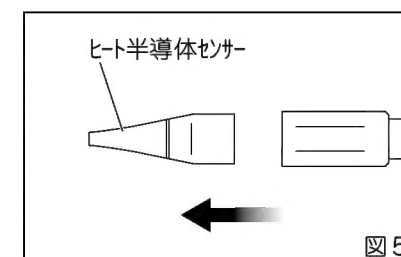
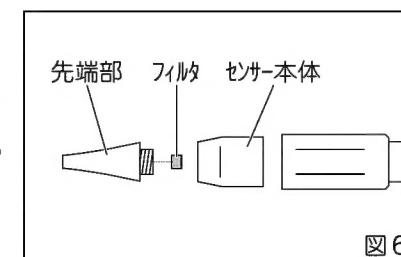

図5
図6
- ①センサーを真っ直ぐ引き抜く。(図5)
- ②新品のセンサーと交換する。
- ③センサーピンとセンサーソケットの位置を合わせる。
- ④センサーをソケットに真っ直ぐ奥まで押し込む。
- ①先端部を反時計方向に回してセンサー本体から外す。
- ②細い針金または精密ドライバー等を使用してセンサーの先端部にあるフィルタを取り出す。(図6)
- ③新品のフィルタと交換する。
- ④先端部を元に戻し、時計方向へ回してセンサー本体に取付ける。